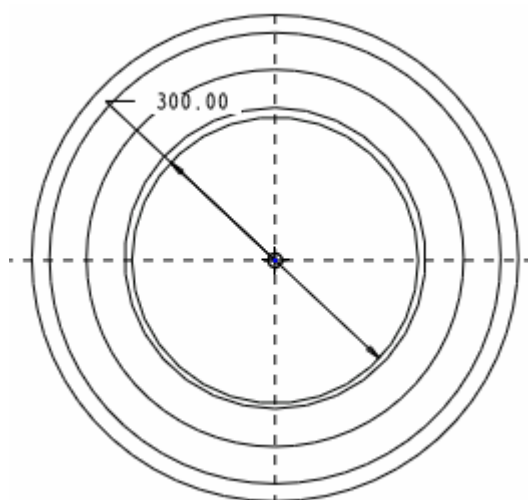

图 17-5
- (1) 单击【草绘】按钮，进入草绘工作界面。
- (2) 绘制如图 17-5 所示的一个圆，作为填充区域。